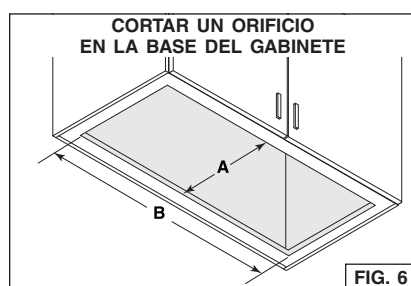

FIG. 6
- Cortar un orificio en la base del gabinete con las dimensiones indicadas (FIG. 6) o usar el recubrimiento de gabinete como plantilla.